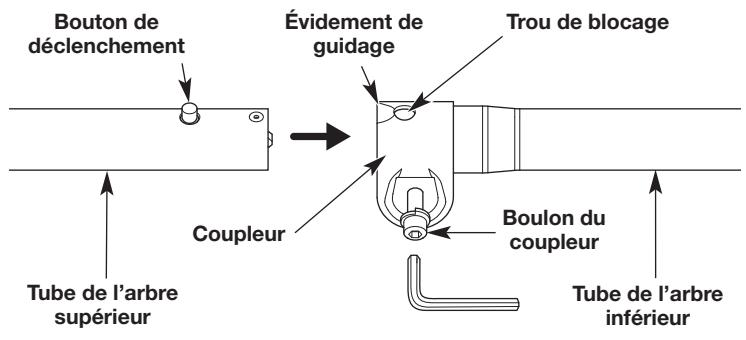

Fig. 3
2. Avec une clé hexagonale de 5 mm, desserrez le boulon du coupleur (Fig. 3).
3. Tout en tenant fermement l'arbre supérieur, poussez-le tout droit dans le coupleur jusqu'à ce que le bouton de déclenchement s'enclenche correctement dans le trou de blocage (Fig. 3).
- REMARQUE :** l'alignement du bouton de déclenchement avec l'évidement de guidage facilitera l'installation (Fig. 3).
4. Serrez le boulon du coupleur jusqu'à ce que les arbres supérieur et inférieur soient fermement raccordés (Fig. 3).
ATTENTION : avant d'utiliser l'appareil, assurez-vous que le bouton de déclenchement est complètement enclenché dans le trou de blocage (Fig. 3) et que le boulon du coupleur est correctement serré.